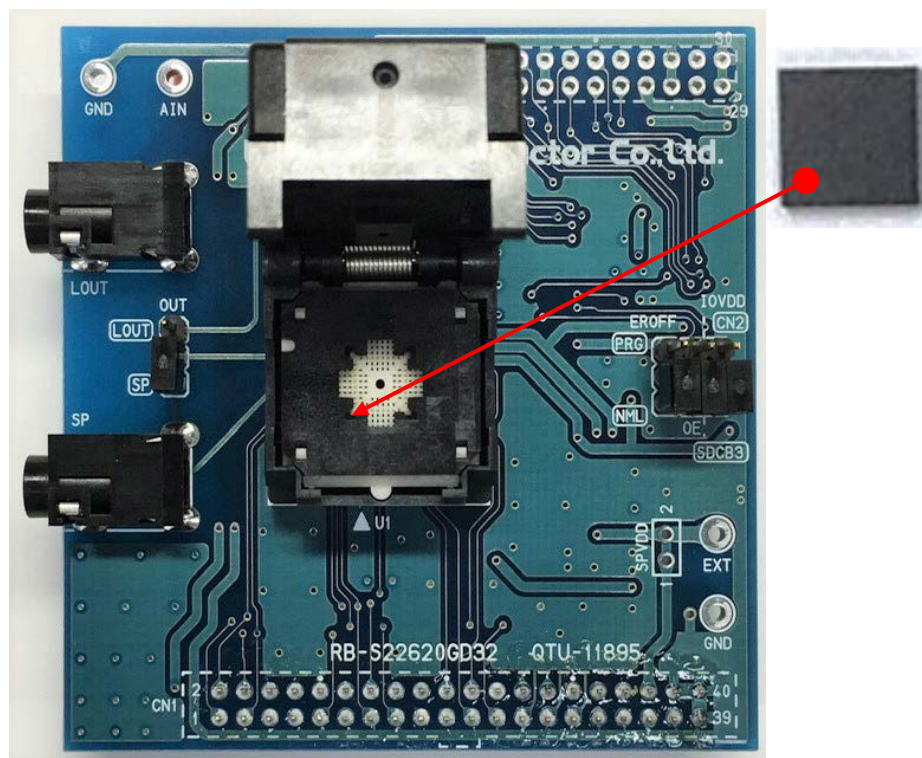

図 1 外観
- 本ボードにデバイスをセットする際には、電源を切った状態で行ってください。1 ピンはソケット開口部に対して向かって左下、基板シルク▲の位置です。デバイスのセット方向を図 1 に示します。